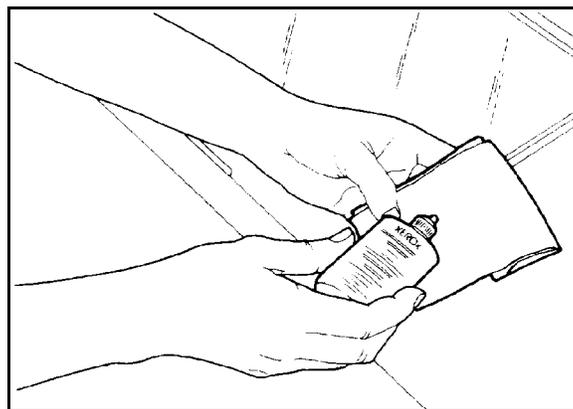

Figura 2: Humedecimiento de un paño sin pelusa
- 1 Humedezca ligeramente un paño limpio que no suelte pelusa (Figura 2) con una pequeña cantidad de limpiador Xerox para lentes y espejos; o bien, un limpiacristales no abrasivo, como por ejemplo Windex o Glass Plus.